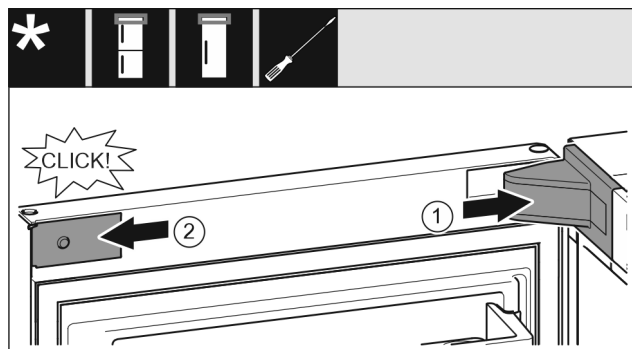

Fig. 23
- ▶ Крышку опорного кронштейна установите и зафиксируйте, при необходимости осторожно разожмите. Fig. 23 (1)
- ▶ Установите накладку сбоку и зафиксируйте. Fig. 23 (2)